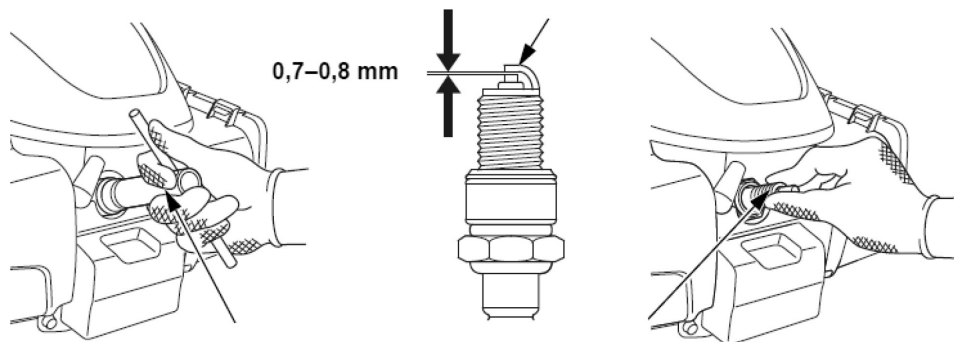

Рис. 23
- Проверьте зазор между электродами свечи зажигания. Он должен составлять 0,7-0,8 мм (Рис. 23). При необходимости отрегулируйте зазор.